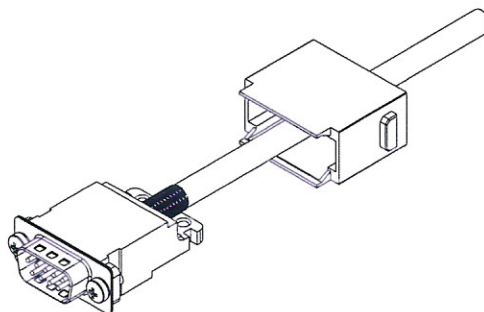

Рисунок 37 – Установка металлического адаптера
14.5 Установить металлический адаптер на соединитель СП2 и закрутить винты М3 (рис. 37).